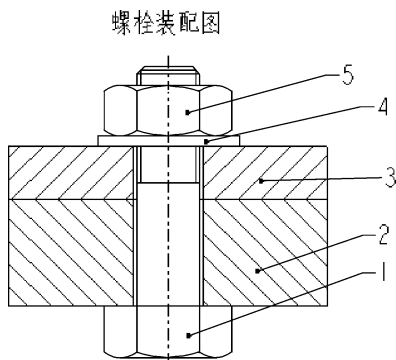

图 10-262 插入第 1 个序号
(10) 直接按<Enter>键或在【注解类型】菜单中选择【进行注解】选项，重复步骤(8)~(9)，标注其他序号，完成后在【注解类型】菜单选择【完成/返回】选项，结果如图 10-262 所示。